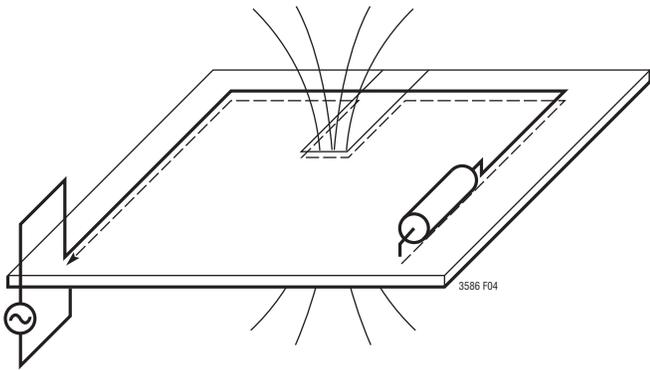

図4. 高周波のグラウンド電流はその入射経路をたどります。グラウンド・プレーンの切れ込みによって高電圧が発生し、EMIが増加します。
2. 寄生インダクタンスを最小限に抑えるため、グラウンド・プレーンは、PC基板(第2層)のトップ・プレーンにできるだけ近づけます。ホット・ループの高周波電流は、図4に示すように、基板のトップ・プレーン上の入射経路の直下に存在するグラウンド・プレーン上のミラー経路に沿って流れる傾向があります。他のトレースが原因で、グラウンド・プレーン上のこのミラー経路に、切れ目、切り込み、またはドリル穴がある場合、電流は切れ目を避けて流れざるを得ません。高周波電流が自然な最小面積の経路を通って流ることができないと、過度の電圧が発生して放射妨害が起こります。したがって、あらゆる努力を行って、ホット・ループ電流経路ができるだけ途切れないようにします。